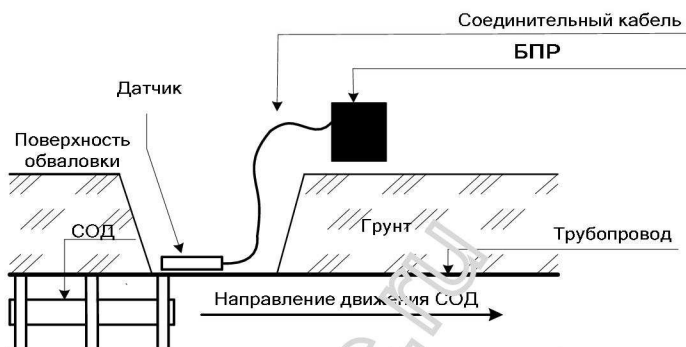
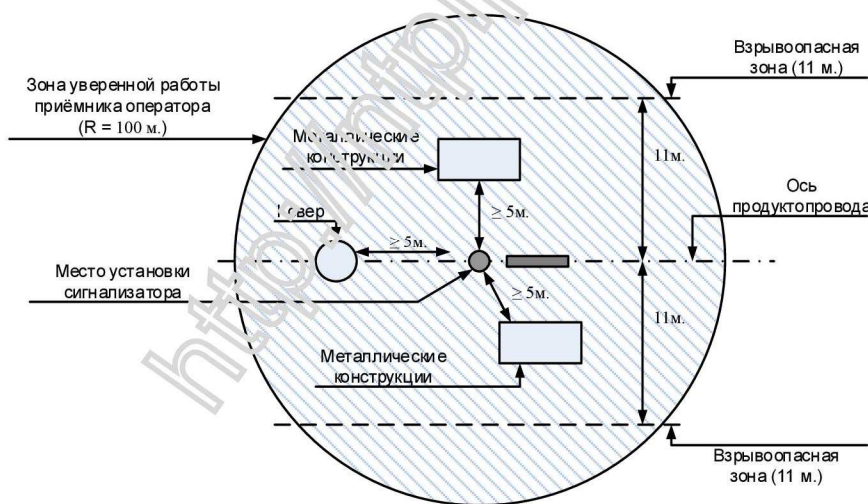

Рис. 24 – Схема установки переносного сигнализатора «Репер-3В» исполнения «МДПС-3Р».
Рис. 25 – Схема установки переносного сигнализатора «Репер-3В» исполнения «МДПС-3Р» относительно коверов и других металлических конструкций.
4.3.2 Установить датчик сигнализатора непосредственно на поверхность тела трубы, вдоль оси трубопровода, согласно Рис. 24. Сигнализатор устанавливается на расстояние не менее 5 метров от коверов и других металлических конструкций, как показано на Рис. 25. Датчик поставить глухим (заваренным) концом на встречу движения ВТО. Зафиксировать датчик горизонтально, путём прижатия его к телу трубы магнитными прижимами МП-4 или прижав любым тяжёлым, не металлическим грузом. После установки датчика, для обеспечения корректной работы сигнализатора, необходимо выполнить следующие рекомендации: